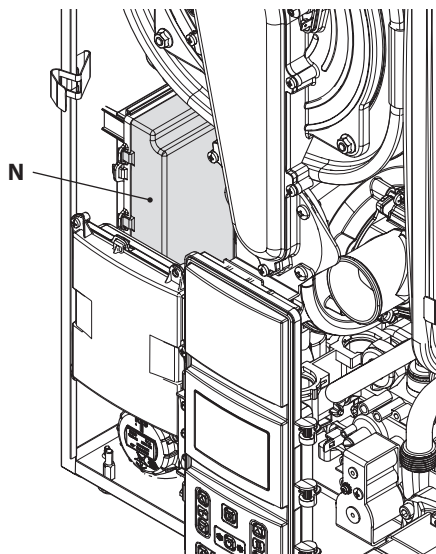

Figura 5.18
- Individuare il coperchio copri morsettiera **N** (Figura 5.18) ed aprirlo.